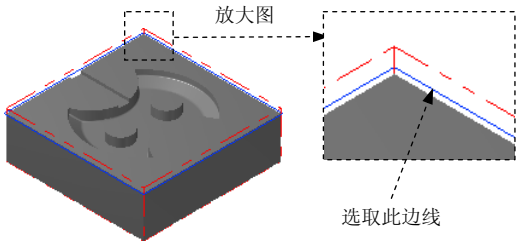

图 22.43 选取切削范围边线
(2) 设置加工边界。在 **边界范围** 区域中单击 **鼠标** 按钮, 系统弹出“串连选项”对话框。在图形区中选取图 22.43 所示的边线, 单击 **✓** 按钮, 系统返回至“刀具路径的曲面选取”对话框。
(3) 单击  按钮，完成加工区域的设置，同时系统弹出“曲面精加工平行铣削”对话框。